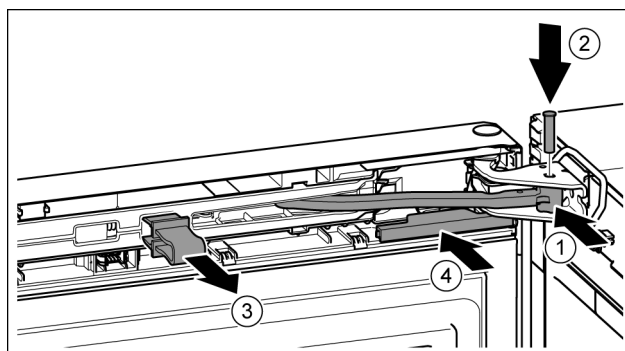

Fig. 25
- ▶ Gelenk in Lagerbock drehen. Fig. 25 (1)
- ▶ Bolzen in Lagerbock und Gelenk einsetzen. Dabei darauf achten, dass der Rastnocken korrekt in der Nut sitzt. Fig. 25 (2)
- ▶ Sicherung abnehmen. Fig. 25 (3)
- ▶ Abdeckung aufschieben. Fig. 25 (4)